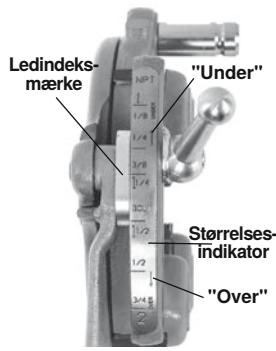

Figur 11 – Isætning af bakker
4. Loft skivenes tunge ud af åbningen i størrelsесindikatoren. Flyt skiven til enden af åbningen (Figur 11).
6. Isæt de rette bakker i skærehoedet med kanten med tal opad, så indikatorlinjen flugter med skærehoedets kant (se Figur 11). Tallene på bakkerne skal svare til tallene på gevindskærhovedåbningerne. Udsift altid bakkerne i sæt – undgå at blande bakker fra forskellige sæt.